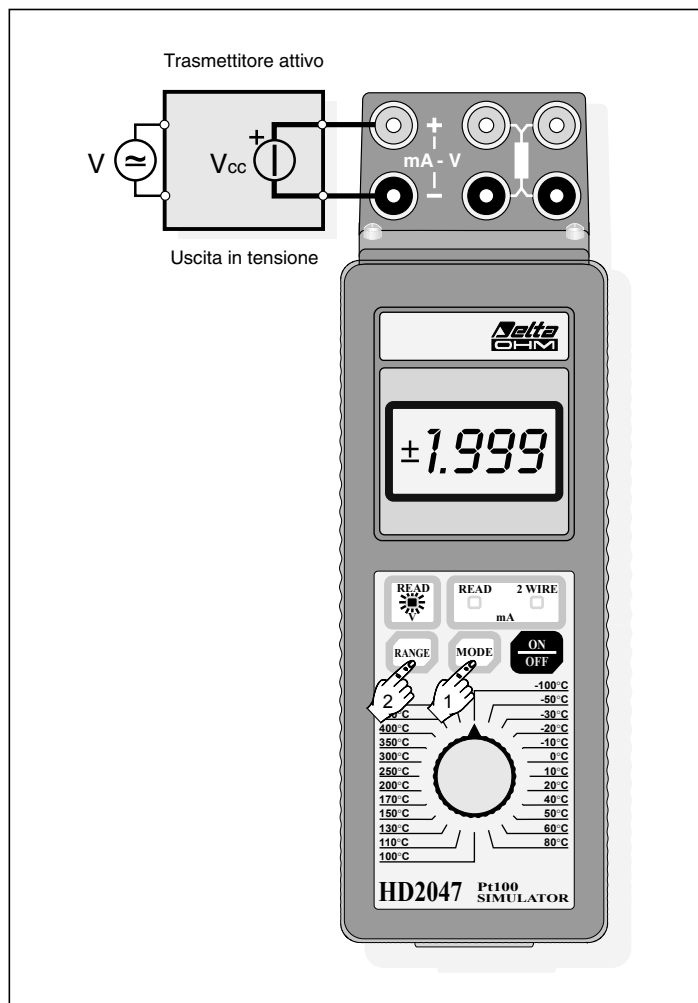

Fig. 1 Misura di tensione continua
Procedura (vedere fig.1):
- collegare i fili alle boccole come riportato in fig.1;